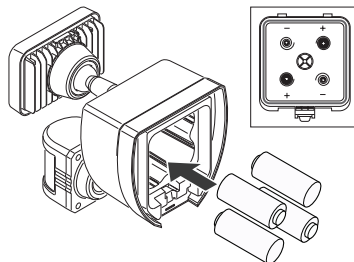

Figure 4
5. Installez quatre piles D de 1,5 V (non comprises) dans le compartiment à piles. Assurez-vous que la polarité des piles correspond aux marques à l'intérieur du couvercle du compartiment à piles. Remettez le couvercle du compartiment à piles en place (voir la Figure 4).